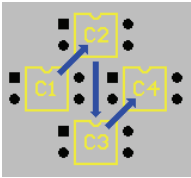

图 6-91 By Ascending X Then Descending Y 方式
- By Ascending X Then Descending Y: 表示先按横坐标从左到右，然后再按纵坐标从上到下编号，如图 6-91 所示。